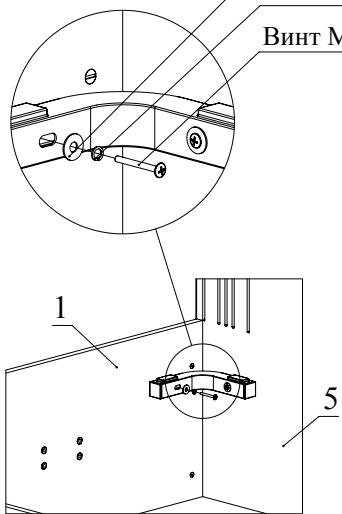

Рис.10
10. Таким же способом установите Полки МР-6-112 на детали 5, 6 (Рис.10).